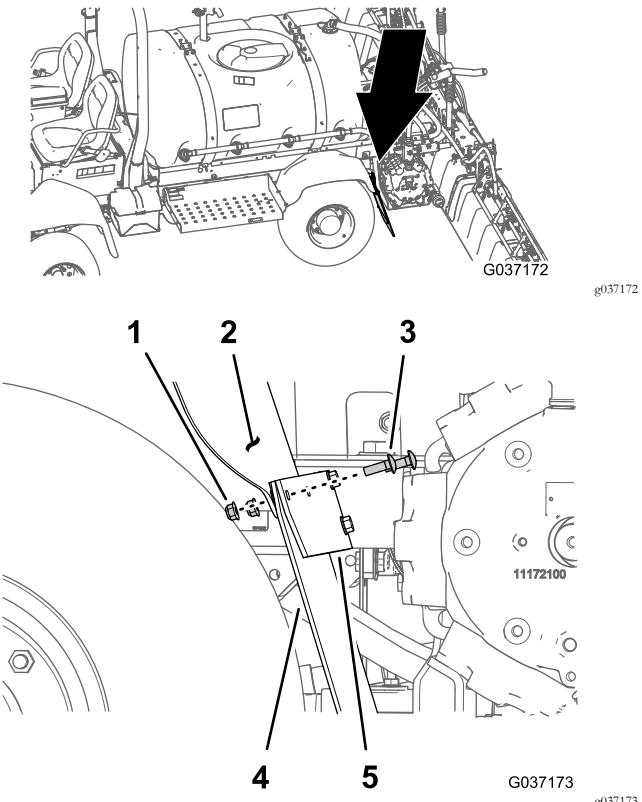

Figura 11
1. Retire os dois parafusos de carroçaria (5/16 pol. x 1 pol.) e as duas porcas de bloqueio flangeadas (5/16 pol.) que prendem o guarda-lamas e as palas das rodas à cinta do guarda-lamas (Figura 11).
2. Alinhe os orifícios no suporte da válvula de drenagem, cinta do guarda-lamas, pala da roda e guarda-lamas (Figura 11).